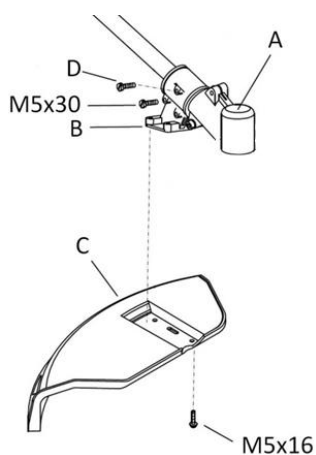

Fig. 6
**Protecteur:** (Fig. 6). Le protecteur (part. C) pour l'organe de coupe devrait être fixé près du renvoi d'angle (partie A) en utilisant le support approprié fourni (Point B). La distance fixe du protecteur de l'organe de coupe, conformément aux normes CE, est assurée par la fixation de la vis M5x14 fournie (part. D), du support du protecteur au tube de transmission de la débroussailluse. Les dimensions des vis de montage sont spécifiées dans la figure.